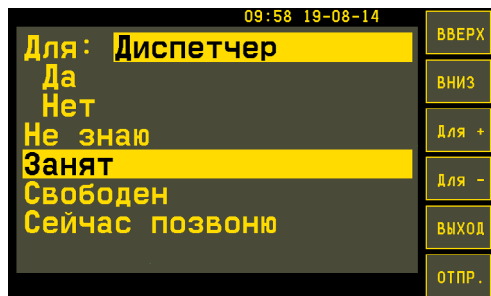

Рис.57. Варианты ответов Диспетчеру.
4. Для редактирования точек маршрута следует выделить нужный маршрут в списке и выбрать команду *Главное меню/Редактировать* или нажать кнопку «Редактировать выделенный маршрут» на панели инструментов. Откроется меню «Редактирование маршрута» (Рис.57).
5. В меню «Редактирование маршрута» добавить новую остановку можно, нажав кнопку «Добавить остановку» на панели инструментов (Рис.57, п.1). Остановка может быть создана из копии существующей. Для этого следует выделить нужную остановку и нажать кнопку «Копировать остановку». Все настройки выбранной остановки будут скопированы в новую. Данная функция удобна, когда необходимо добавить в список несколько остановок с аналогичными свойствами. Для удаления остановки следует выделить остановку и нажать кнопку «Удалить остановку» на панели инструментов. Кнопки «Вверх» и «Вниз» позволяют изменить порядок прохождения остановок.
6. Тип маршрута: обычная или кольцевая (Рис.57, п.2). Отличие обычного маршрута от кольцевого в том, что для кольцевого маршрута последняя остановка не дублируется.
7. Направление маршрута: прямое направление или обратное направление (Рис.57, п.3). В маршрут достаточно добавить остановки одного направления, обратный маршрут может быть создан из уже созданного при помощи кнопок «Копировать прямое направление в обратное» и «Копировать обратное направление в прямое». При создании обратного маршрута порядок остановок меняется на обратный. Также оба направления могут быть созданы вручную.
8. После добавления остановки следует настроить ее свойства. Настройки остановок расположены на отдельных вкладках (Рис.57, п.4).